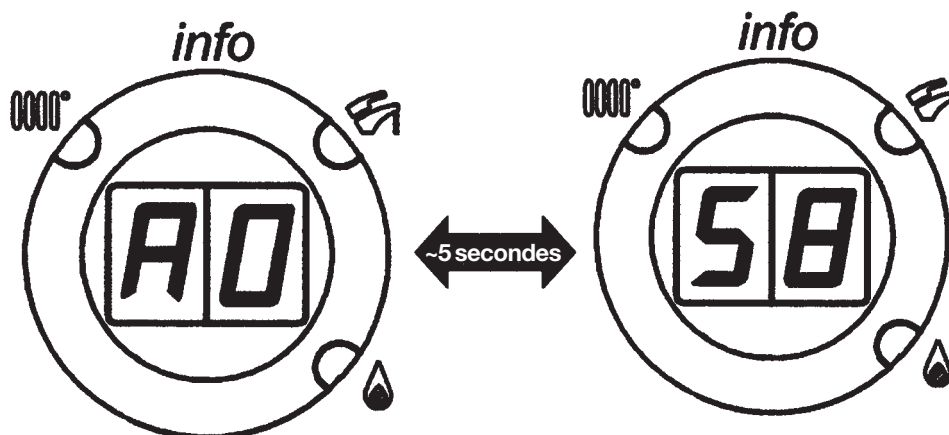

Figure 22
**REMARQUE** : lorsque la fonction "INFO" est lancée, l'afficheur (5 - figure 1) visualise le message "A0" en alternance (~5 secondes) à la valeur de la température de sanitaire de la chaudière (figure 22).